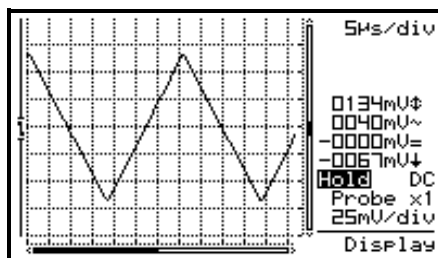

Fig 12
- Une grille en trait plein divise l'écran en lignes de référence.. Fig. 12)